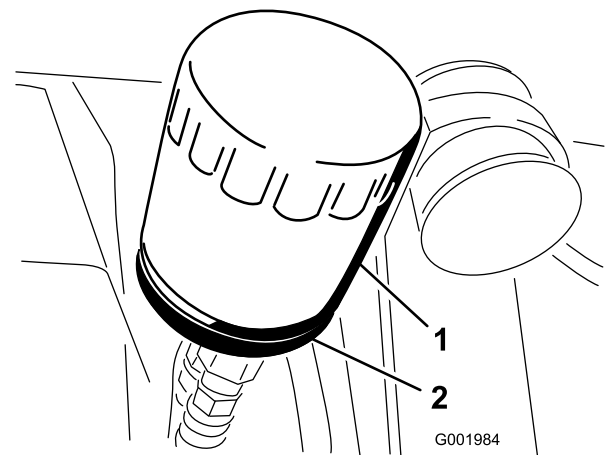

図 48
2. オイルフィルタ (図 48) を外す。
- アダプタに新しいフィルタを取り付ける。ガスケットがアダプタに当たるまで手でねじ込み、そこから更に 1/2 回転増し締めする(図 48)。